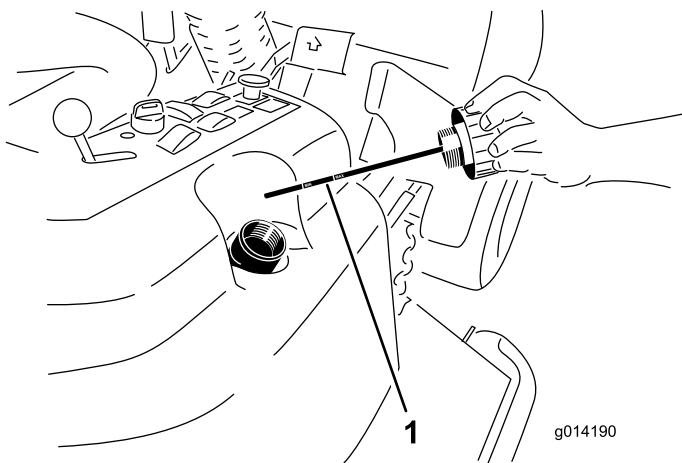

Figura 42
2. Togliete il tappo di riempimento del fluido idraulico dal collo del bocchettone (Figura 42).
3. Togliete l'asta di livello ed asciugatela con un panno pulito (Figura 42).
4. Avvitare a fondo l'asta di livello nel bocchettone di riempimento, quindi estraetela e controllate il livello del fluido (Figura 42).